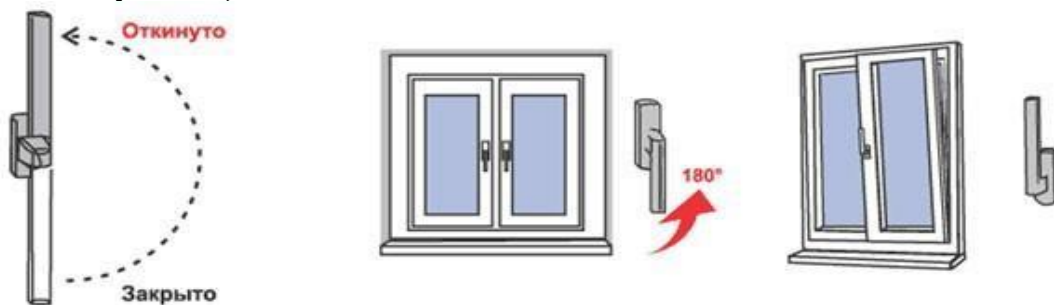

Рис. 2.
2. Для перевода створки из закрытого положение в откидное, поворот створки относительно нижней горизонтальной оси, (положение «Откинута» на Рис.2) ручку поворачивают вертикально на 180 градусов вверх, затем, потянув за ручку, поворачивают створку относительно нижней горизонтальной оси на заданный изготовителем угол (не более 10 градусов) (откидной режим).
3. Для запираения створки из открытого или откидного положения ее сначала закрывают и, придерживая створку рукой, поворачивают ручку вертикально вниз (положение «Закрывается» на Рис. 2).